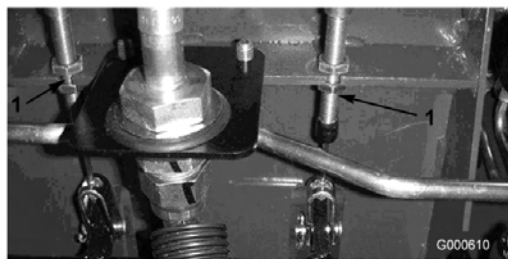

Bild 54
- A. Lockern Sie die vordere Mutter an der Gewindeseite des Bremszuges (Bild 54).